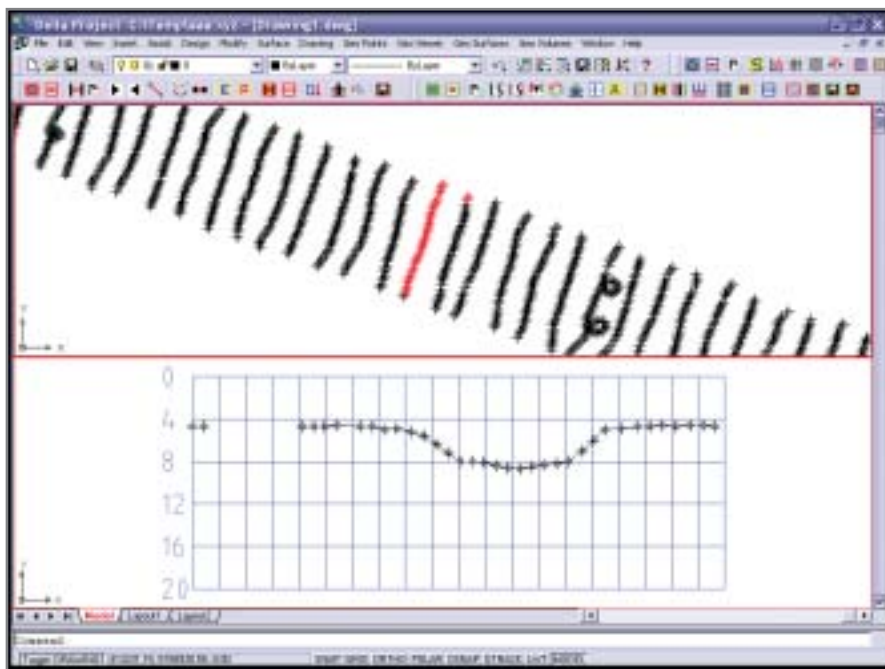

Рис. 2. Рабочее окно модуля обработки сырых промерных данных
- **DeltaPoints** — модуль, предназначенный для обработки сырых промерных данных (рис. 2).